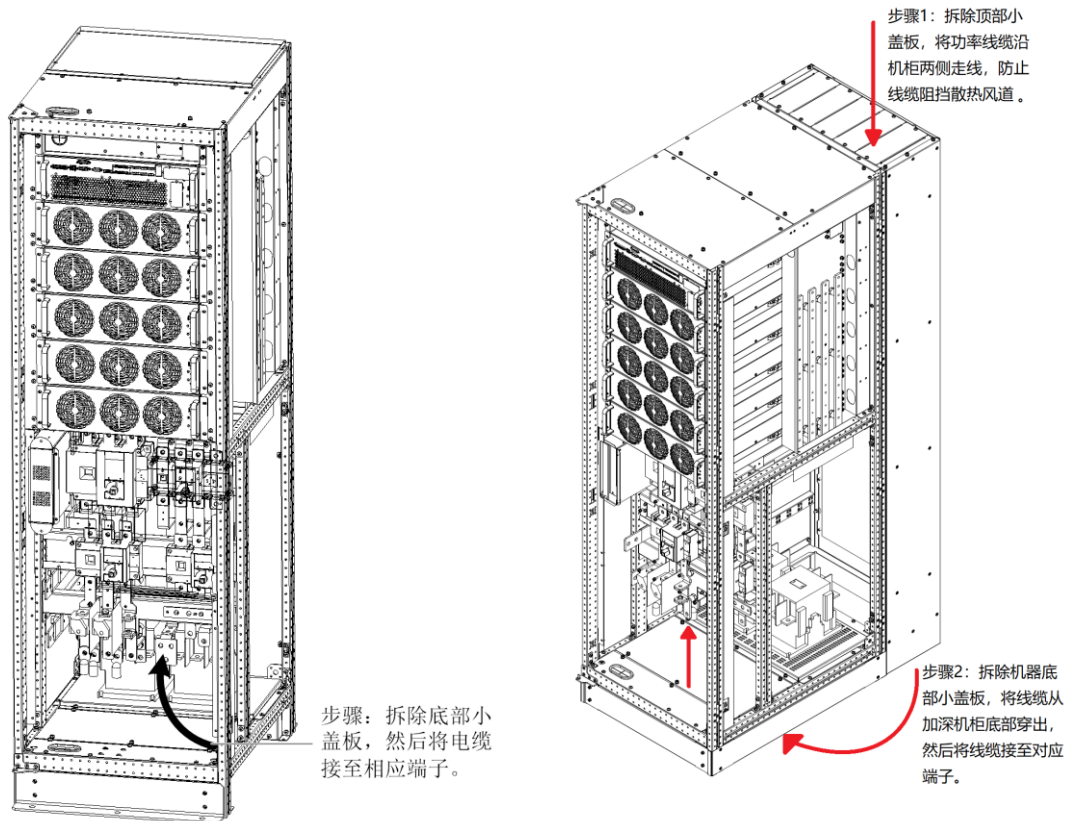

图3-3 250kVA 功率电缆走线示意图 (标准柜 (左)、加深柜 (右))
UPS 功率电缆的接线端子位置如图 3-2 所示。功率电缆进线以及走线方法如图 3-3 所示。
2. 柜内走线时，需按图 3-3 说明在机柜内对电缆进行扎线固定，以防止电缆受机械应力损伤。
标准柜仅支持下进线方式，加深机柜支持上进线方式，见图 3-3。
参考图 3-2 ~ 图 3-3, 功率电缆接线前, 打开 UPS 机柜前门, 可见功率电缆接线端子 (见图 3-2)。然后将保护地连接到机柜的 PE 输入端子。